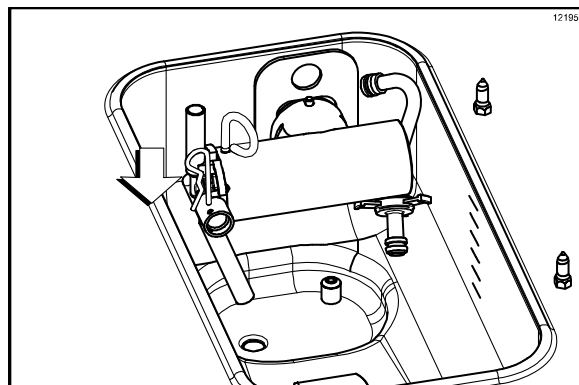

Рисунок 165
12. Снимите с насоса шплинт. Поставьте трубку подачи смеси в углу бачка для смеси. Установите шплинт на свое место, в выходном фитинге насоса. (См. рис. 165)